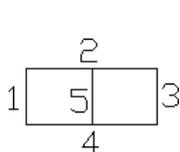

图 11-38 绘制垂直中线
- (1) 绘制矩形。单击“绘图”工具栏中的“矩形”按钮, 绘制长为 14mm、宽为 6mm 的矩形。
- (2) 分解矩形。单击“修改”工具栏中的“分解”按钮, 将矩形分解。
- (3) 绘制直线。单击“绘图”工具栏中的“直线”按钮, 开启“正交模式”和“对象捕捉”模式, 绘制竖直中线, 如图 11-38 所示。